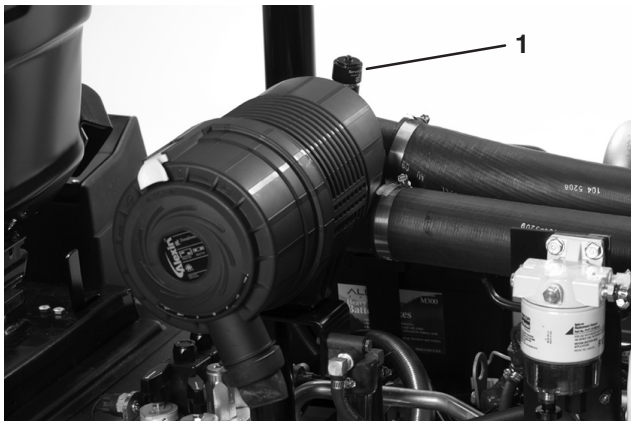

Figure 43
Faites l'entretien des éléments du filtre à air quand l'indicateur de colmatage (Fig. 43) est rouge ou toutes les 400 heures (plus souvent s'il y a beaucoup de poussière ou de saleté). N'effectuez pas l'entretien du filtre à air plus souvent.
8. Réarmez l'indicateur de colmatage (Fig. 43) s'il est rouge.